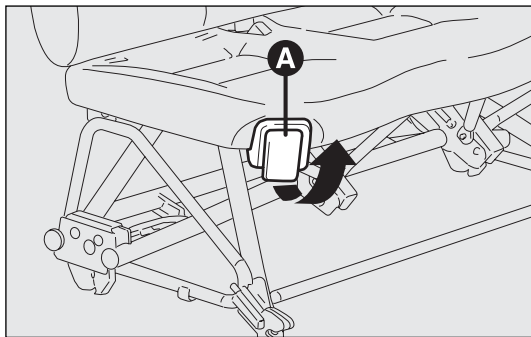
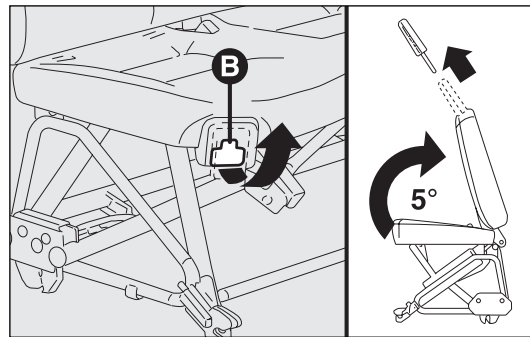

fig. 40
fig. 41
Trek de hendel A-fig. 40 omhoog en klap de rugleuning naar voren.
- plaats de hendel B-fig. 41 (onder de hendel A-fig. 40) met de rechter hand omhoog;